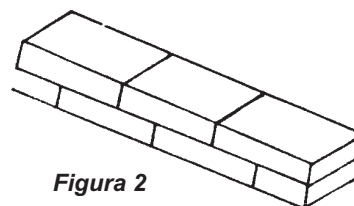

Figura 2
**Al hilo.** En esta forma se colocan longitudinalmente pegados por su parte ancha, y se utiliza tanto en cercas interiores como exteriores (figura 2).